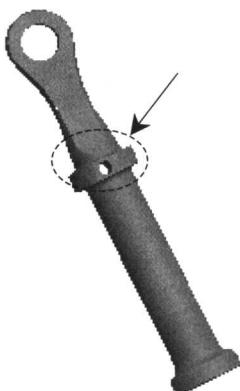
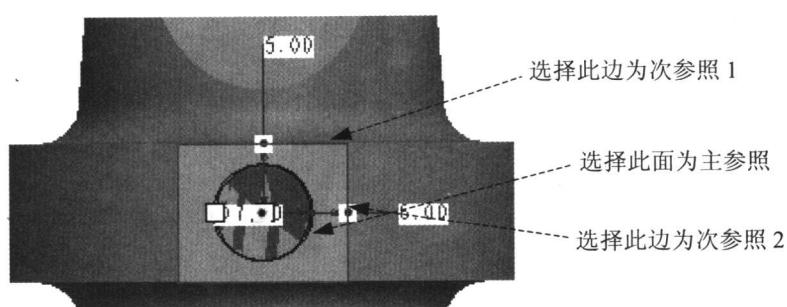
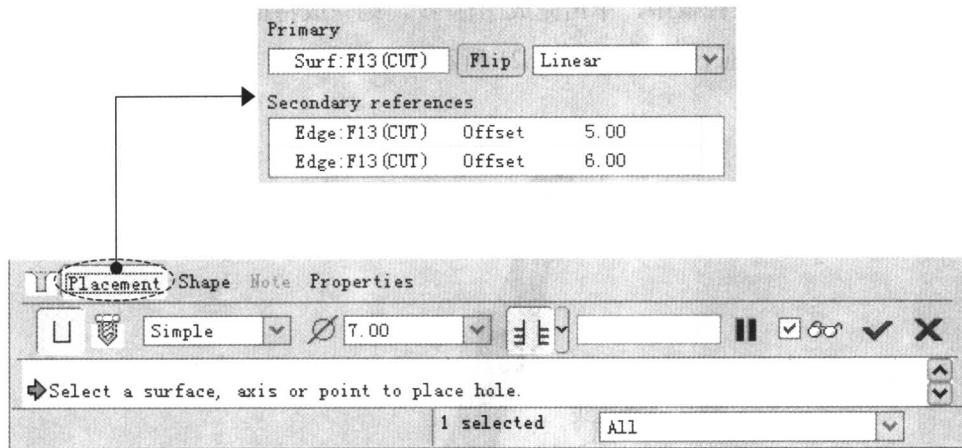

图 1.1.22
图 1.1.23
图 1.1.24
Step14. 添加孔特征。添加如图 1.1.22 所示的孔特征，相关操作如下。
(1) 选择 **Insert** \rightarrow **Hole...** (孔) 命令，或直接单击图标 \square 。
(2) 选取孔的类型：选取直孔类型 。
(3) 定义孔的放置：主参照选取如图 1.1.23 所示的平面；放置类型为 Linear（线性）；次参照 1、次参照 2 如图 1.1.23 所示，偏移分别为 5 和 6。
(4) 定义孔的直径尺寸：在直径图标  后面的文本框中输入直径值 7。
(5) 定义孔的深度类型：在操控板中，选取深度类型为 （即穿透）。操控板设置如图 1.1.24 所示。